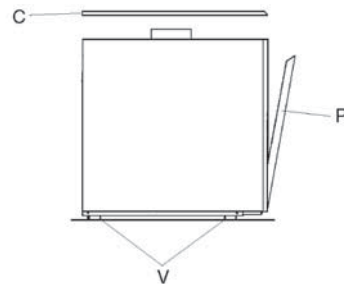

рис. 2.5
- отверните винты V, которые крепят котел к поддону (рис. 2.5)
- снимите верхнюю (C) и переднюю (P) панели;